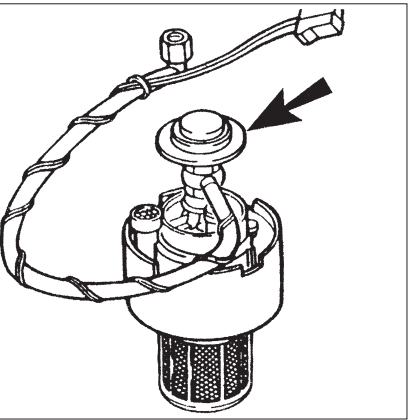

Abb. 2/ Fig. 2/ Puc. 2/图2
- **Note:** The pulsation dampener (arrow, Fig. 2) is not required for the Pierburg fuel pump.
Variante B (fig. 2) :
- **Remarque :** L'amortisseur à pulsations (flèche, fig. 2) n'est pas nécessaire pour la pompe à carburant Pierburg.
- Installer la pompe neuve dans le demicorps superieur. Le raccord excentré (5, Fig. 2) de la partie inférieure de la pompe doit s'enclencher dans le perçage du demi-corps supérieur.
Исполнение В (рис. 2):